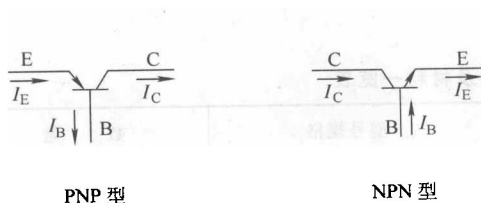

图 2-3 晶体管符号
(3) 符号 晶体管的图示符号如图 2-3 所示。发射极箭头的方向即为发射结的正向电流的方向。其文字符号一般用 VT 表示。